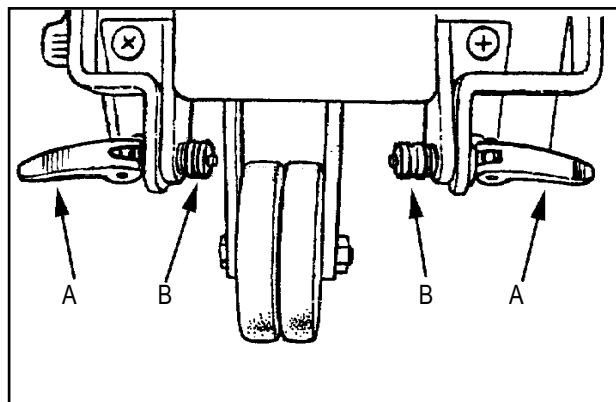

Figura 2
1. Abra las palancas de liberación rápida (2A) y desatornille las tuercas de fijación (2B) para permitir la instalación del rodillo pulidor. (Consulte la figura 2)